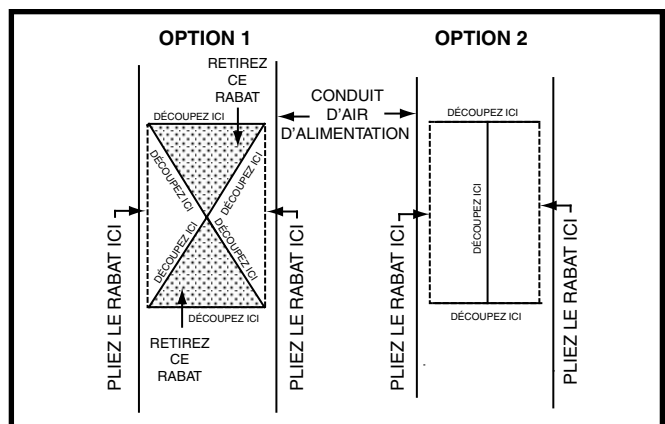

Figure 7. Ouvertures étroites de conduit d'air
1. Tracez et découpez le haut du conduit d'alimentation en air tel qu'indiqué dans l'Option 1 ou l'Option 2 (Figure 7). Si l'Option 1 est sélectionnée, découpez le métal dans la zone ombragée.